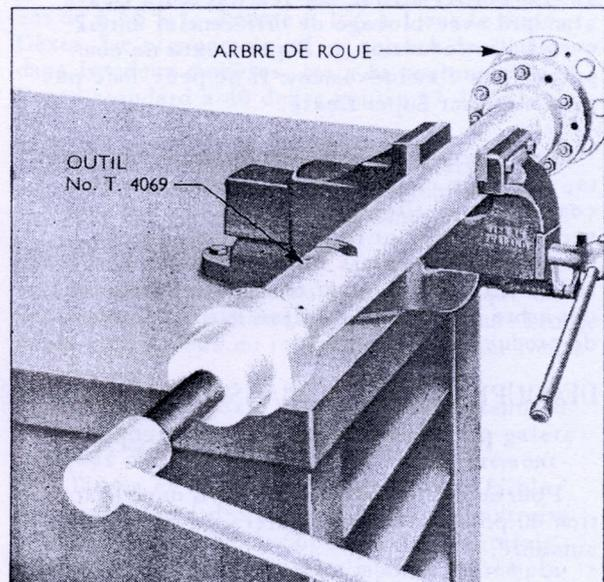

Fig. 7
7. Pour extraire l'arrêteoir de roulement, serrer l'outil N° T. 4069 dans un étau (fig.7), introduire l'arbre de roue dans l'outil et fixer l'arrêteoir de roulement à la bride de l'outil au moyens des écrous.
8. Agir sur la vis centrale au moyen de la grande clef, et extraire l'arrêteoir de roulement (fig.7). On peut alors extraire de l'arbre l'entretoise de roulement et séparer la cuvette de roulement et l'arrêteoir.